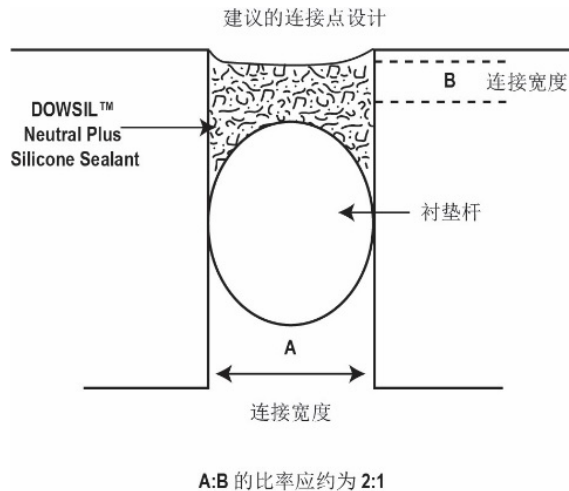

图 1
4. 避免三面粘结：在接口底部装上背衬材或防粘胶带，确保密封胶仅粘接在接头两侧，并在接口运动时自由移动到最大位移能力（见图 1）